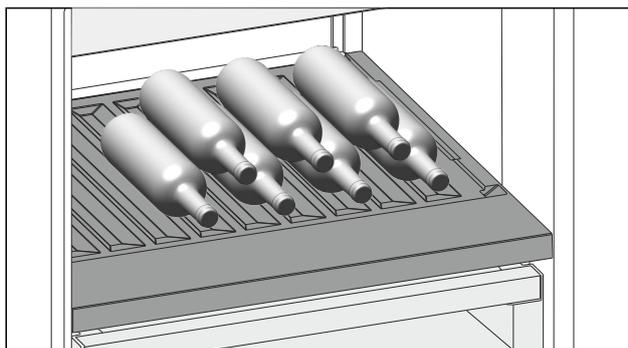

Fig. 98
- ▶ Flaschen mit dem Boden nach hinten zur Rückwand einlegen. (siehe Fig. 98)